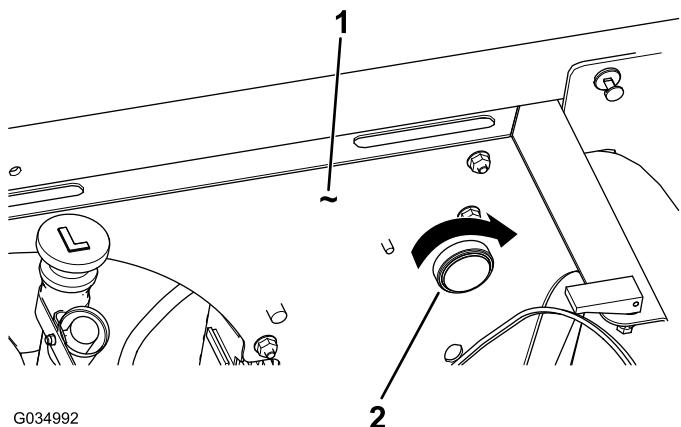

Figure 9
5. Insérez l'alarme dans le trou du panneau de cadre arrière et revissez le capot sur l'alarme (Figure 9).